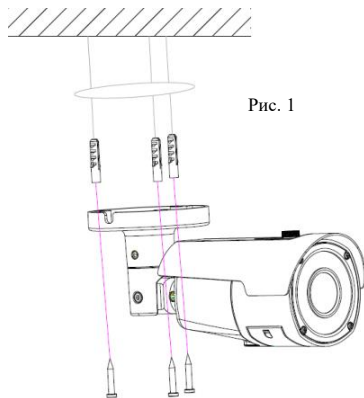

Рис. 1
6. Просверлите три отверстия в соответствии с монтажным шаблоном, затем при помощи шурупов и дюбелей закрепите камеру в подготовленные отверстия (рис. 1).